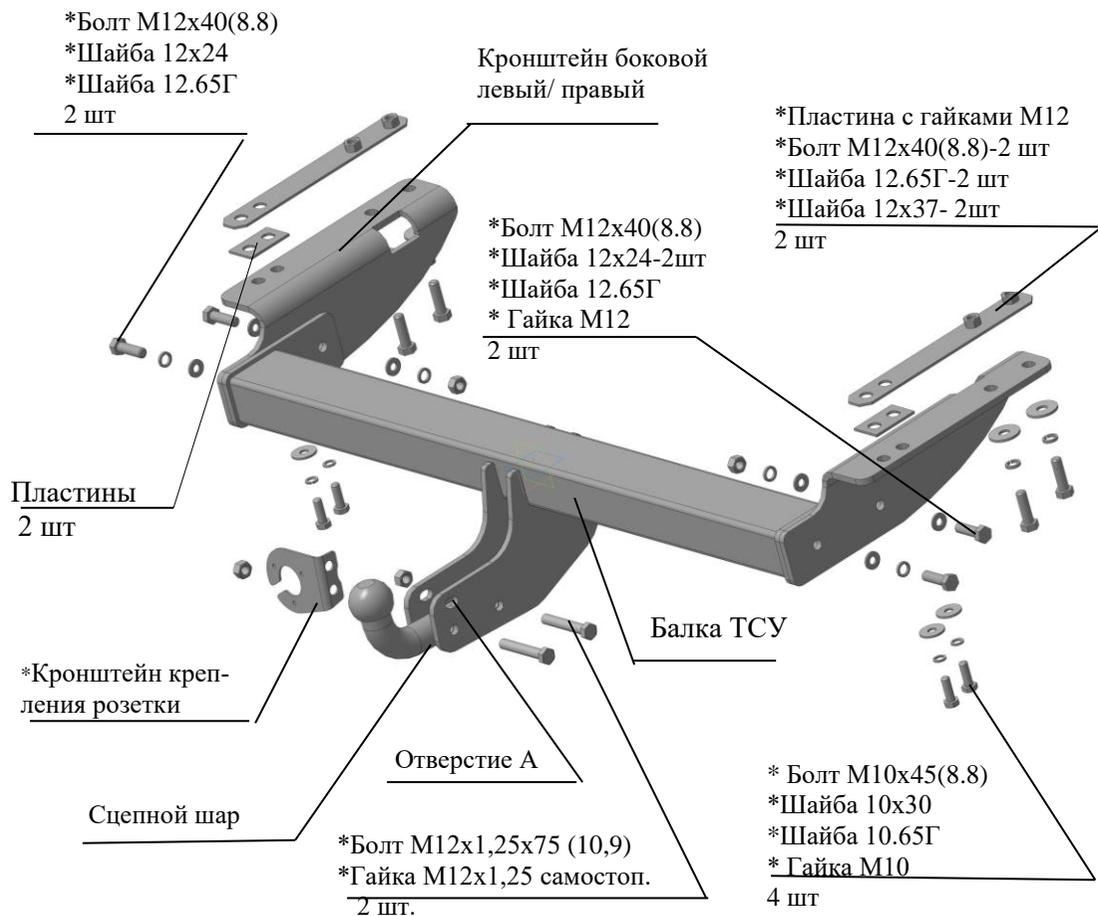

Рис.1 Тягово-сцепное устройство 8310.
2.1 ТСУ 8310 в сборе (рис.1)	1 шт.
2.2 Пакет с комплектующими (см. рис.1)+защитный колпак	1 шт+1 шт.
ТСУ и рамой соответственно рис.1) и крепеж соответственно рис.1. Крепеж не затягивать.
4.4 Закрепить балку ТСУ к съемным боковым кронштейнам болтами М12х40 и крепежом соответственно рис.1. Крепеж не затягивать.